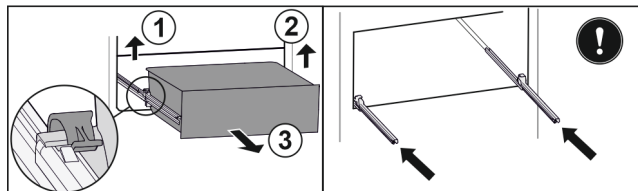

Fig. 143
- ▶ Приподнимите левый зажим и одновременно вытяните движением вперед выдвижной ящик слева. Fig. 143 (1)
- ▶ Приподнимите правый зажим и одновременно вытяните движением вперед выдвижной ящик справа. Fig. 143 (2)
- ▶ Извлеките выдвижной ящик движением вперед. Fig. 143 (3)